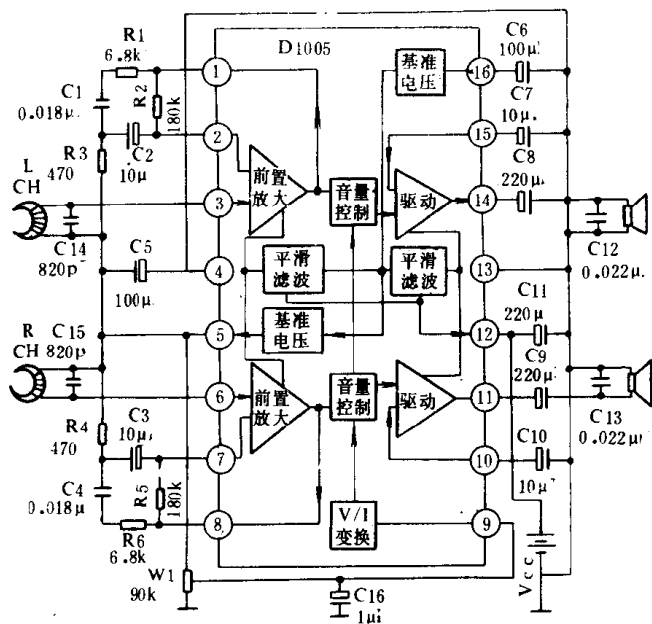

图 3.3.15 AN7108 芯片内部方框及典型应用电路图
④立体声放音电路
超任、世嘉五代 16 位游戏机均设有立体声放音插口,可直接通往耳机,所以机内设有立体声放音电路,由 AN7108 芯片完成这个功能。AN7108 芯片的封装形式为双 16-2,内部方框及典型应用电路如图 3.3.15 所示,和它直接代换的同类型号芯片有: D1005、CXA1005P、CXA1034P。其引脚功能如下:①前置输出 I;②反相输入;③输入 I;④地;⑤基准电压 V_{REF} ;⑥输入 II;⑦反相输入 II;⑧前置输出 II;⑨V/I 变换;⑩负反馈 II;⑪输出 II;⑫电源;